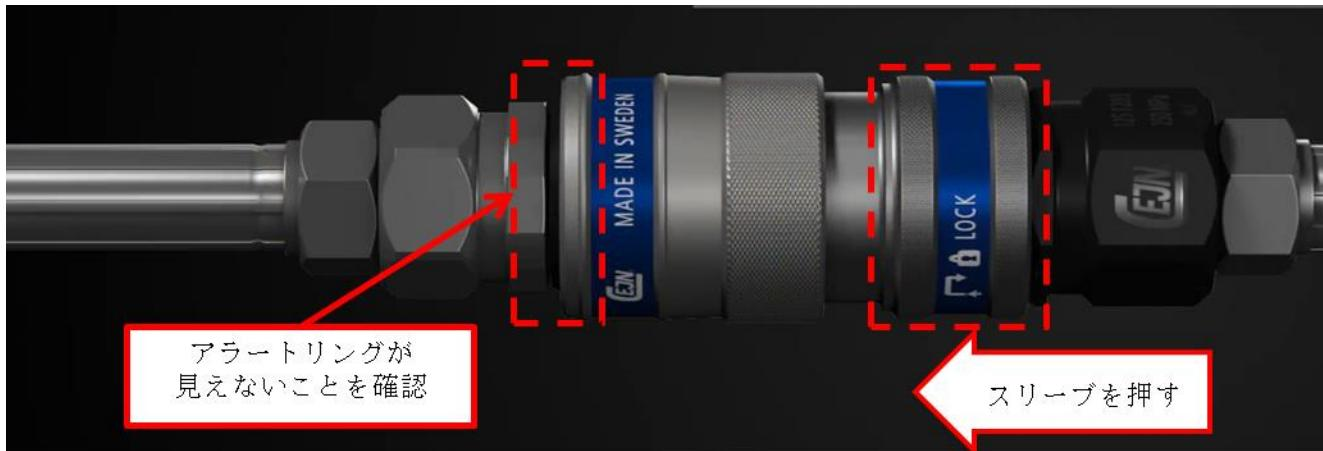
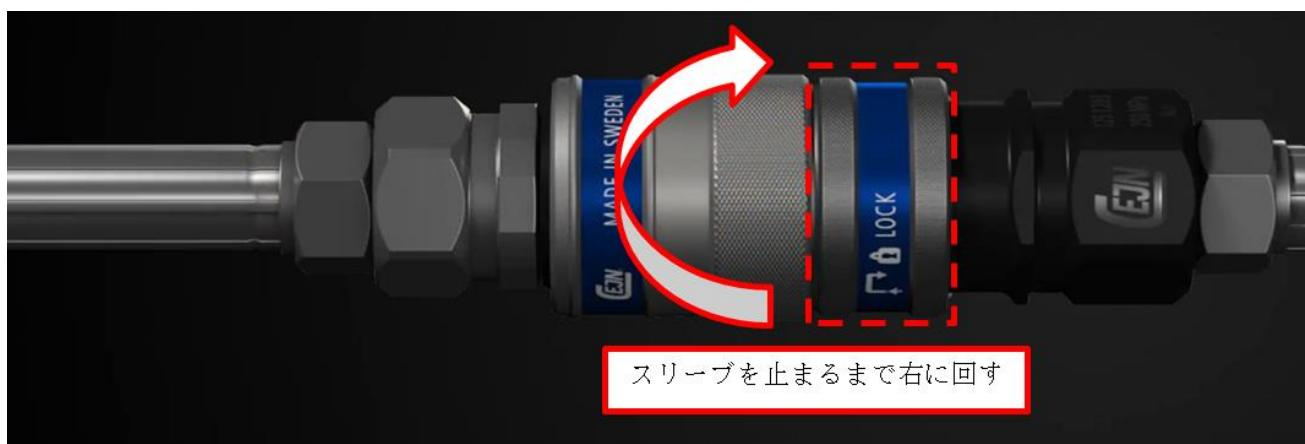

図3. 接続状態 安全ロック前
図4. 接続状態 安全ロック
- 接続は従来通り、(図1)の分離状態から(図2)の様にスリーブを引き、ニップルを挿入します。ニップルを挿入後、スリーブを離した状態(図3)で赤色のアラート・リングが見えないこと確認します。
- 接続確認後(図3)、必ずバイヨネット・タイプの安全ロックを有効にしてください。方法は、ロックスリーブを押し上げ、そのままロックスリーブを(図4)のように右へ止まるまで回します。その状態でロックスリーブを離すと自動的にロックスリーブが下がり、ロック状態となります。